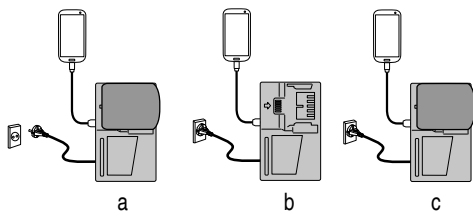

Fig. 7
- (1) Sélectionnez une méthode de charge
- Chargement d'un périphérique USB à l'aide d'une batterie (Fig. 7-a)
- Charger un dispositif USB à partir d'une prise électrique (Fig. 7-b)
- Charger un dispositif USB et une batterie à partir d'une prise électrique (Fig. 7-c)